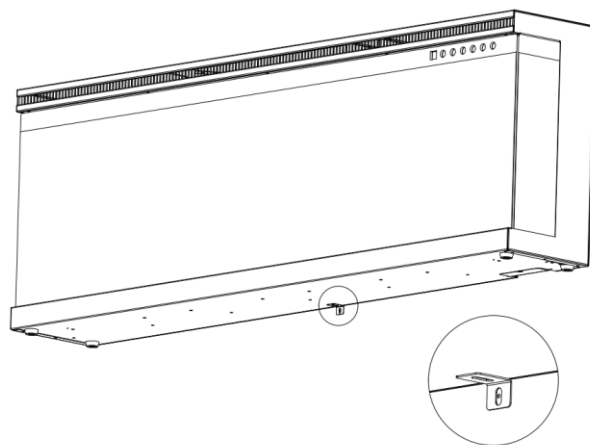

Fig 1-2
B. Montare con questa vite il supporto a “L” (J) nella parte inferiore del focolare. (Fig 1-2)